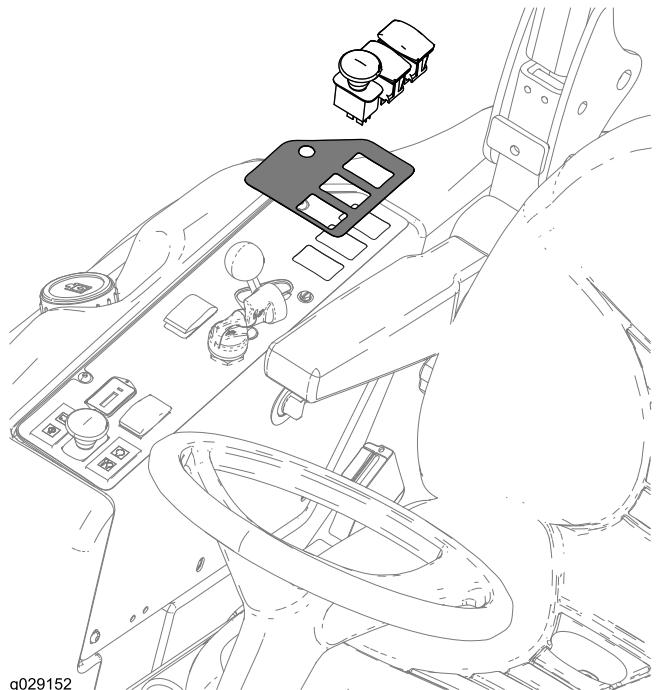

Bild 20
2. Schneiden Sie dieselben Löcher in den Aufkleber am Armaturenbrett (Bild 20).
3. Bringen Sie den Aufkleber und die Schalter an, wie in Bild 20 abgebildet.
1. Entfernen Sie an der Unterseite des Armaturenbretts die drei Nasen an den Stellen, an denen die Schalter eingebaut werden (Bild 20).